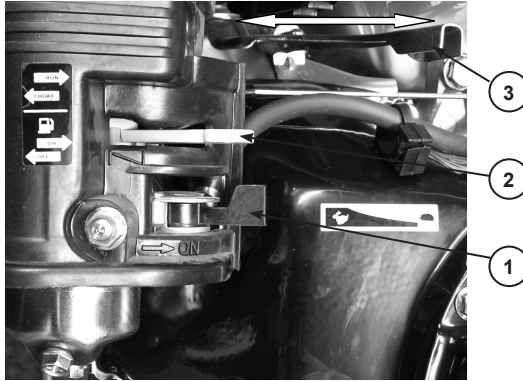

Рис.5
### Топливный рычаг (1) Рис.5
### Рычаг воздушной заслонки(2) Рис.5
### Рычаг газа (3) Рис.5